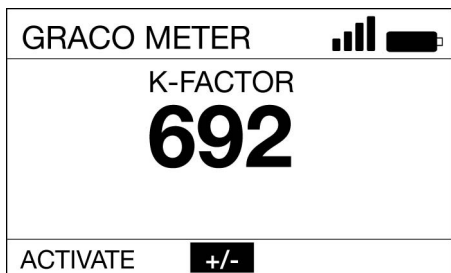

Fig. 22
7. Utilice la flecha DERECHA del panel de navegación para seleccionar +/- y, a continuación, pulse el botón INTRO del panel de navegación (Fig. 22).